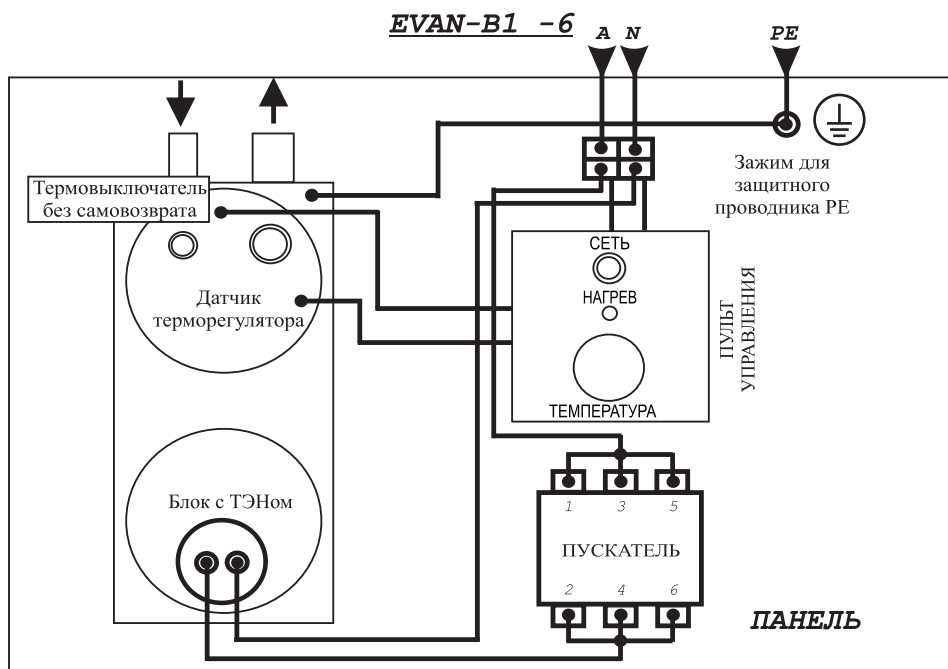

Рисунок 5. Электрическая схема подключения
- отсутствии повреждений видимой части изоляции электропроводки и защитного проводника *PE* (см. Рис. 5, 6, 7, 8);